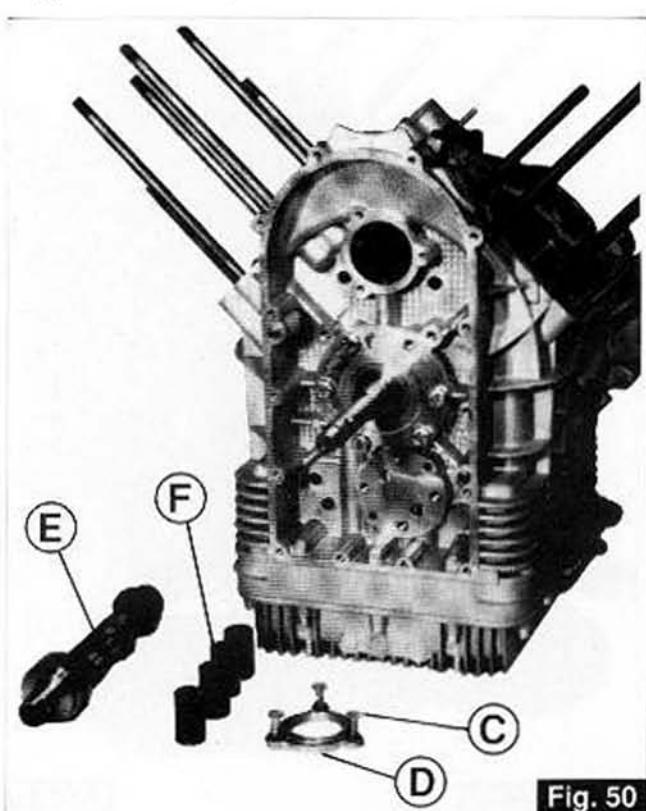

Fig. 50
- Desserrez les 3 vis «C» de la bride «D» de fixation de l'arbre à cames «E» et sortez l'arbre à cames après avoir dégagé les poussoirs «F» de leurs emboitements (Fig. 50).
- Die 3 Schrauben «C» des Befestigungsflansches «D» für die Nockenwelle «E» aufschrauben und die Nockenwelle, nachdem man sie aus den entsprechenden Stößelsitzen «F» (Abb. 50) herausgenommen hat, herausziehen.